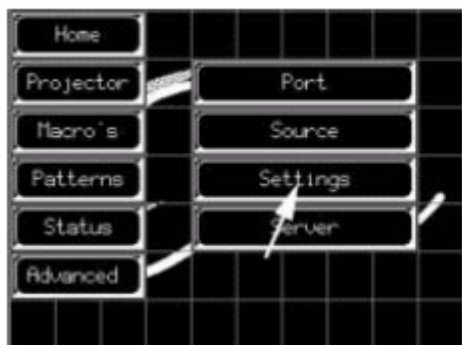

图 10-66 选中设置菜单
1. 按“**Settings**”（设置）按钮。（图10-66）